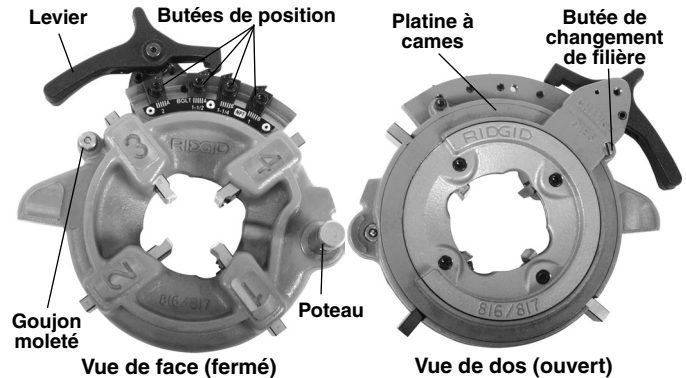

Figure 1 – Tête de filière semi-automatique
2. Appuyez sur le levier pour amener la platine à cames jusqu'à la butée de changement de filières (Figure 1). La platine est munie d'un système à ressorts qui lui permet d'avancer lorsque l'on appuie sur le levier.